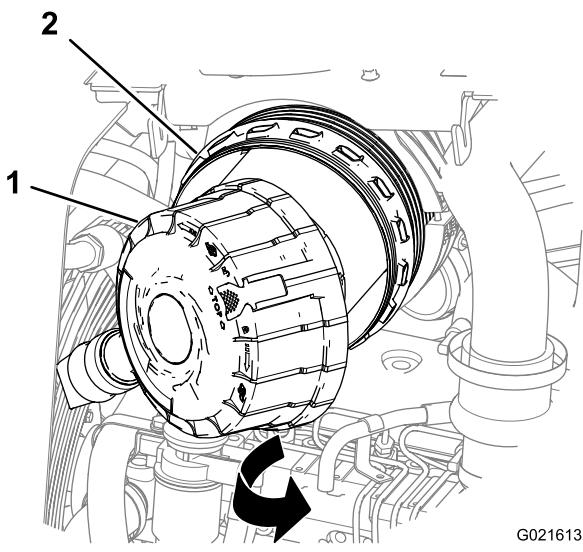

Figure 49
4. Écartez le couvercle du boîtier du filtre à air et déposez-le (Figure 49).
2. Alignez le couvercle du filtre à air sur le boîtier du filtre à air (Figure 49).
3. Avec un chiffon humide propre, nettoyez l'intérieur du boîtier du filtre à air (Figure 49).
- Nettoyez l'intérieur du boîtier du filtre à air avec un chiffon humide propre (Figure 49).